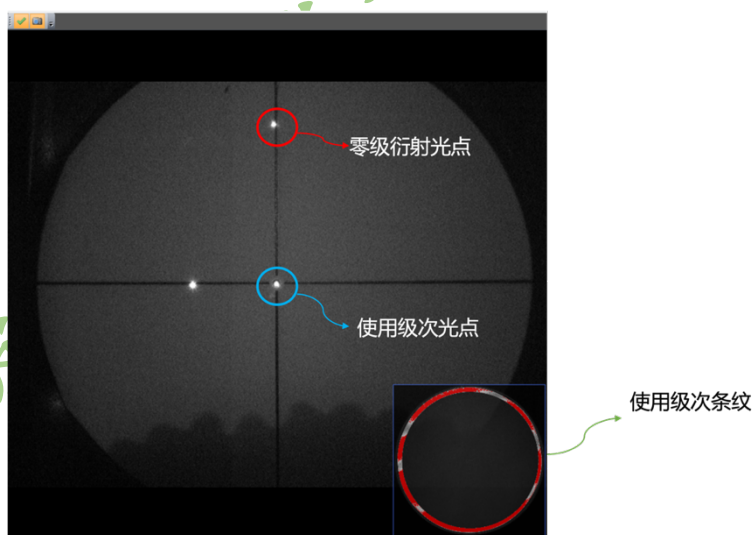

图 6：使用衍射级次调整到位光点示意图
7. 将蓝色圈中的光点调整到干涉仪十字叉丝中间，如图 6 所示：